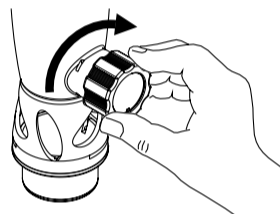

fig. 2
- Remettez le robinet à tournant sphérique en position verticale (fermer) en effectuant une rotation de 90° vers la gauche (fig. 2).